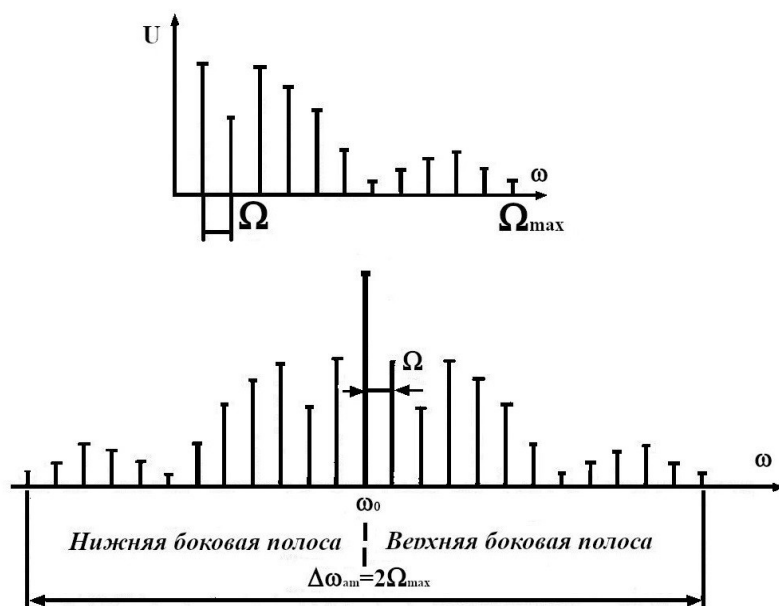

Рис. 6. Спектральные диаграммы многотонального управляющего и амплитудно-модулированного сигнала.
где $M_i = U_i / U_0$ – парциальные (частичные) коэффициенты модуляции. Спектральные диаграммы сигналов (19) и (20) можно представить в на рис. 6.